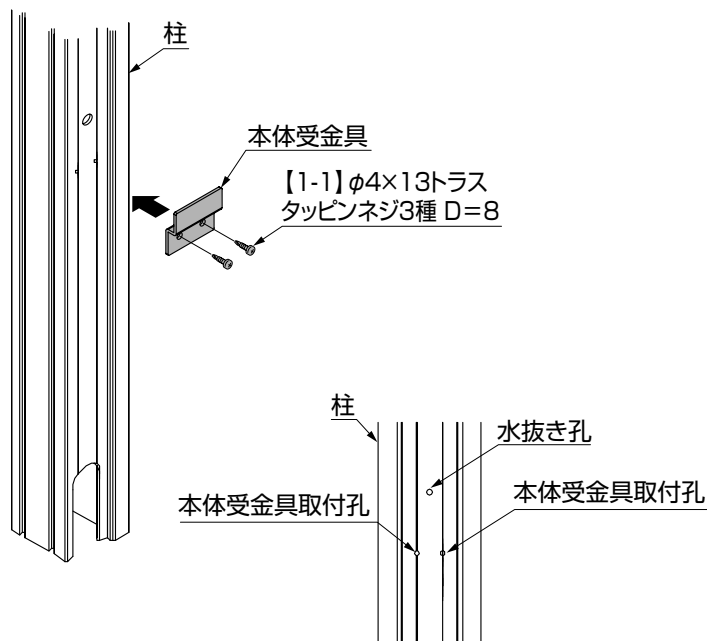
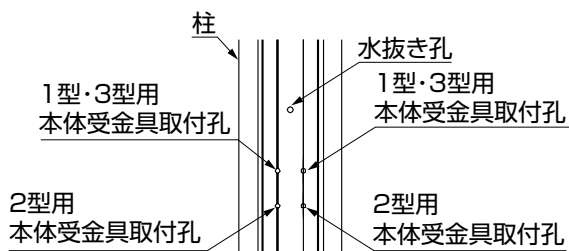

図2-1 ファンクション
図2-2 ウォール
- ウォール・ファンクションで取付ける位置が違います。(図2-1, 図2-2参照)